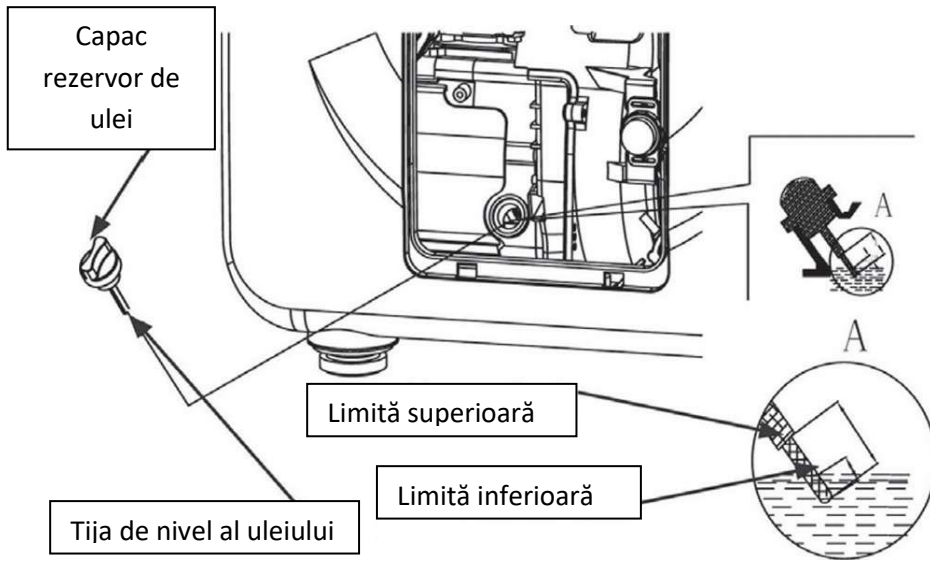

Fig. 5.4
5. Cu motorul în poziția de nivel, adăugați ulei la marcajul de nivel superior (Consultați Fig. 5.4)